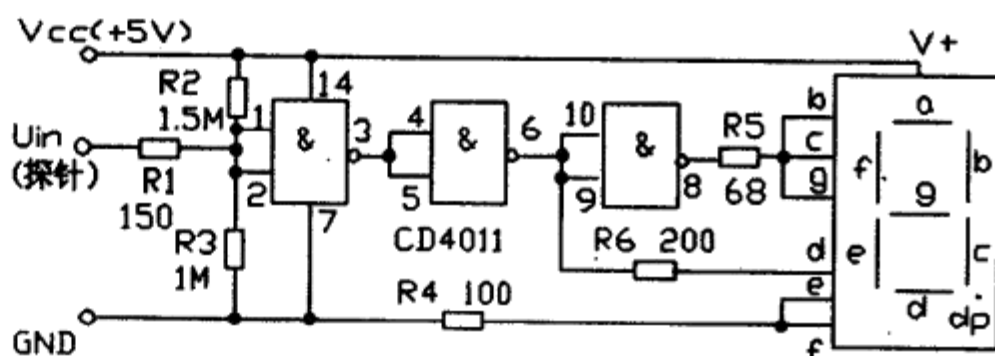

图2
A选用TWH8778型功率开关集成电路,它采用TO-220五脚塑封包装,体积小便于安装,外形及引脚排列如图2(a)所示。TWH8778的内部设有过压、过热、过流等保护电路,其内部电路方框图如图2(b)所示。该集成电路通用性强,在28V、1A以下时可作高速开关。它只需在“控制”端(第⑤脚)加上约
1.6V(最大值6V)电压,就能快速控制输出端(第②、③脚)所接负载电源的通断,控制极输入电流仅 $50\mu\text{A}$ 左右,输入端(第①脚)与输出端之间导通时的电压降一般为0.18~0.45V。TWH8778也可用外形、功能完全一样的同类产品QT3353来直接代换。
使用COMS与非门CD4011集成块组成的测试电路如图2所示。由于COMS电路有确定的高、低电平输入阈值电压,因此无须另外设置或调整,测试结果非常精确。此电路使用的是共阳极7段数码管。输入的检测电压经过反相器反相后驱动数码管,高电平显示H,低电平显示L。将高、低电平均须发光的常亮笔段e、f经R4接地,可减少驱动电流。由于R4、R5、R6已起限流作用,因此数码管阳极端直接与正电源Vcc相连。?